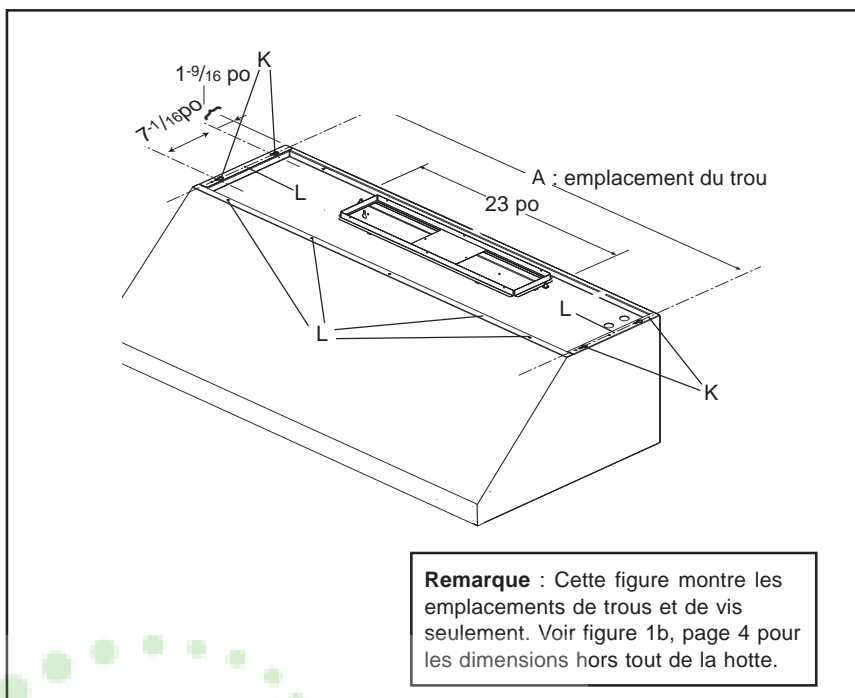

Figure 10 : Emplacement du trou et de la vis.
La figure 10 montre les quatre trous de vis (K) utilisés pour installer la hotte au bas de l'armoire.
1. À la base de l'armoire, percer un trou de 1/8 po (voir dimension A à la figure 10 et dans le tableau). Visser quatre vis n° 10 x 1 po (fournies avec la hotte), laissant 1/4 po exposé.
5. Depuis l'intérieur de la hotte, insérer les vis fournies. Percer par les trous (utiliser les vis n° 8 x 5/8 po fournies), une de chaque côté et quatre le long du devant, dans le bas de l'armoire. Voir les trous de vis étiquetés «L», figure 10.
Dimensions du trou de la ligne centrale pour les figures 10 et 11.